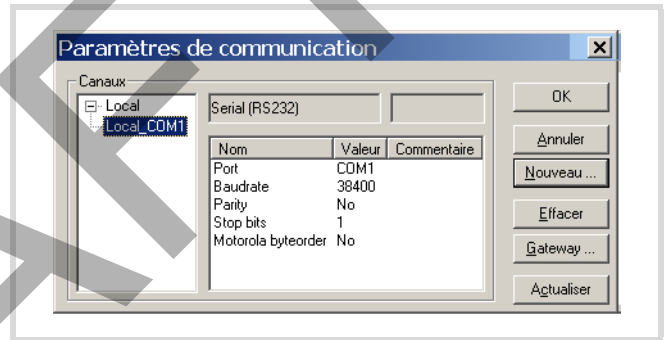

Figure 73 : Définition des paramètres de communication du PC
Afin de pouvoir établir la liaison entre le PC et l'automate, les paramètres de communication des deux appareils doivent concorder. Sur les appareils pour lesquels il s'agit de la première mise en service, les paramètres par défaut sont réglés selon la figure 73. Il vous reste simplement à choisir l'interface PC (COM...). Aucun autre réglage n'est nécessaire.
- ▶ Validez les autres paramètres de la figure 73.